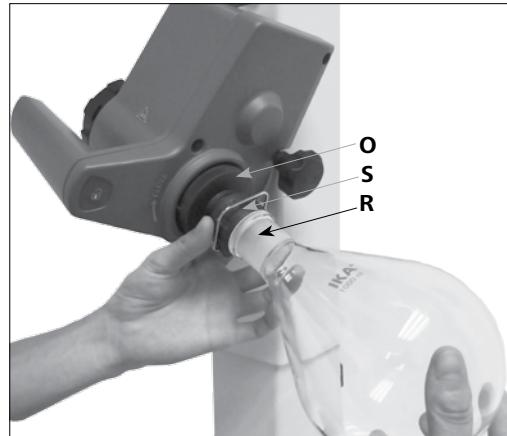

Fig.15a
- エバポレータフラスコを蒸気/パイプ(**R**)に取り付けます。(Fig.15a)